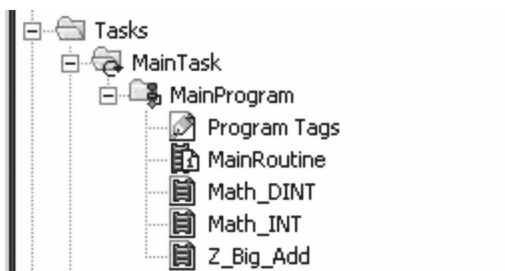

图 10-7 展开的项目管理器列表
1. 在控制器项目管理器中，将看到一个名为 Z_Big_Add 的例程，如图 10-7 所示。此例程有 30 个使用了 INT 数据类型 Add 指令。